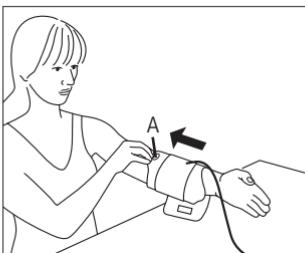

Fig. 1
- La mesure doit être effectuée sur le bras nu (sans vêtements). Dans le cas où votre brassard est complètement ouvert, introduisez l'extrémité du brassard à travers la boucle métallique, afin de créer une boucle. La fermeture auto-agrippante doit se trouver à l'extérieur. Saisissez le brassard au niveau de la languette A (voir fig. 1) et glissez-le sur le bras.